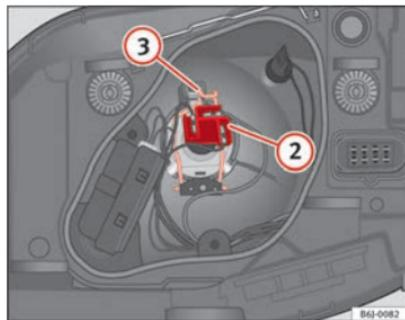

Fig. 146 Feu de croisement/de route projecteur simple
- Retirez le connecteur ⇒ fig. 146 ② de l'ampoule.
- Décrochez le ressort entrebâilleur ⇒ fig. 146 ③ en le pressant vers l'intérieur et vers la droite.